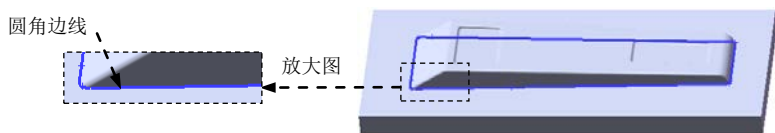

图 12.2.32 圆角边线
(1) 选择命令。选择下拉菜单 **插入(I)** → **特征(F)** →  **圆角(U)...** 命令 (或单击  按钮), 系统弹出“圆角”对话框。
(2) 定义圆角类型。采用系统默认的圆角类型。
(3) 定义圆角对象。选取图 12.2.32 所示的边线为要圆角的对象。
(4) 定义圆角的半径。在 **圆角项目(I)** 区域的  文本框中输入圆角半径值 1.5, 选取